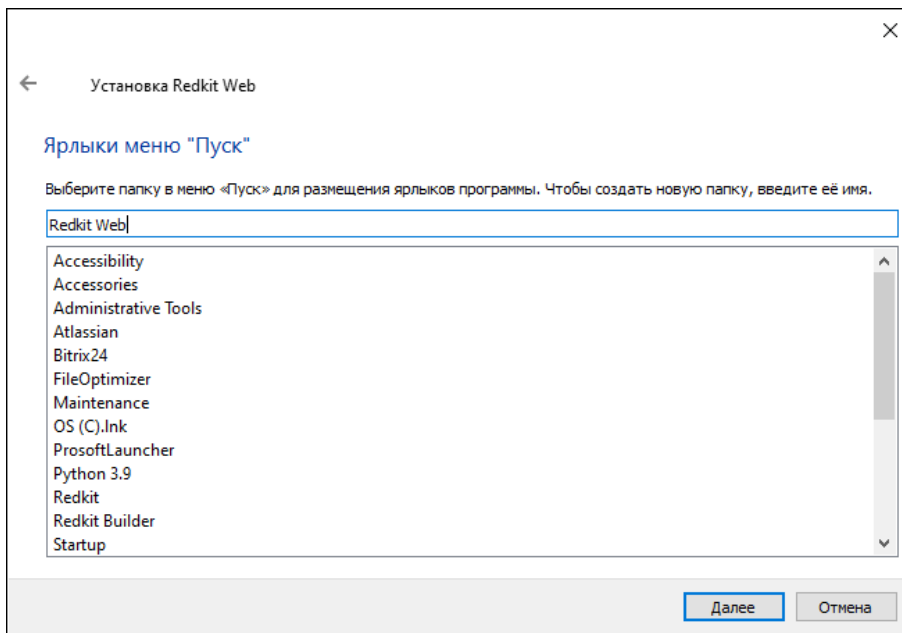

Рисунок 503 - Установка Redkit Web
5. Оставьте папку в меню **Пуск** по умолчанию и нажмите **Далее** (Рисунок 503).